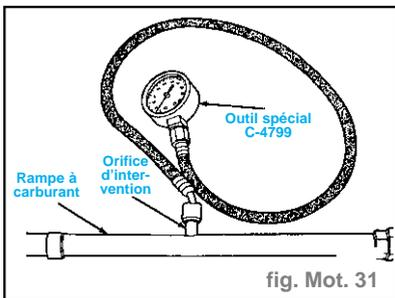

fig. Mot. 31
- Brancher le manomètre **C-4799B** à l'orifice d'essai (fig. Mot. 31)